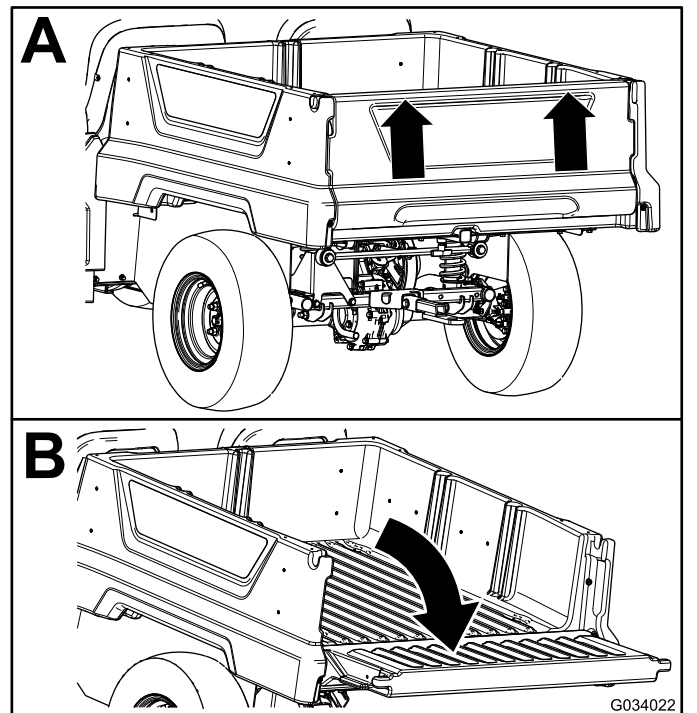

Bild 18
2. Heben Sie die Heckklappe mit beiden Händen an der Leiste oben an der Heckklappe an (Bild 18).
3. Senken Sie die Heckklappe ab, bis sie bündig mit dem Boden der Ladepritsche ist (Bild 18).